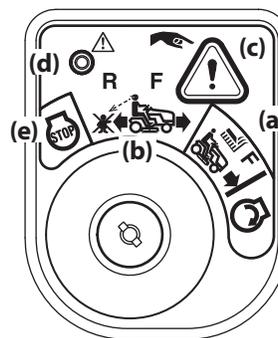

Figure 3-3
2. Tournez la clé de la position de tonte normale (a) à la position de tonte en marche arrière (b). Voir Figure 3-3.
3. Appuyez sur le bouton de marche arrière (c) situé dans le coin supérieur droit du module de commutateur d'allumage. Le témoin lumineux rouge (d) dans le coin supérieur gauche s'allume lorsque le bouton de marche arrière est activé. Voir Figure 3-3.